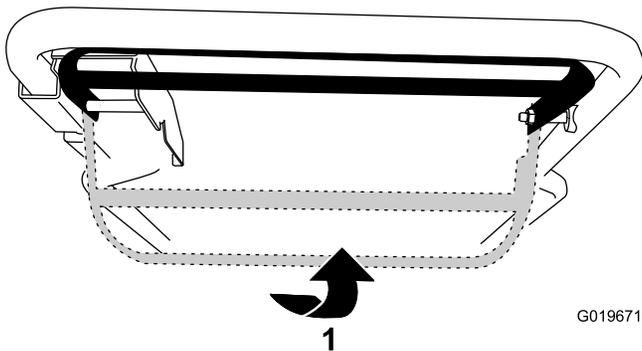

Figura 13
- **Per utilizzare la trazione automatica senza inserire la lama:** Sollevate la barra di comando della lama verso la stegola (Figura 13).